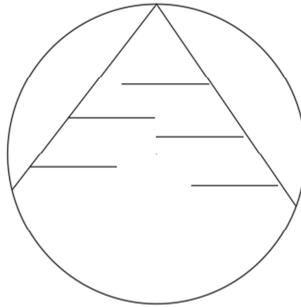

Рис. 3.9
8. Создать рисунок, подобный приведенному ниже (рис. 3.9).